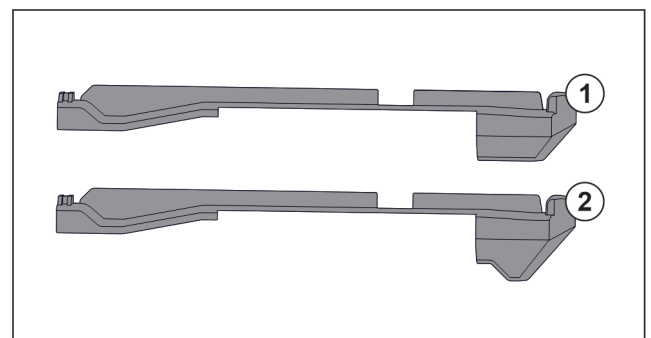

Fig. 54 Comparaison des éléments emboîtables
L'appareil comprend deux éléments emboîtables différents. L'élément emboîtable au-dessus du tiroir inférieur Fig. 54 (2) a un bord triangulaire. Tous les autres éléments emboîtables Fig. 54 (1) ont un bord droit.
- Poser l'élément emboîtable Fig. 54 (2) avec le bord triangulaire sur le tiroir inférieur.
- Poser l'élément emboîtable Fig. 54 (1) avec le bord droit à tous les autres endroits.